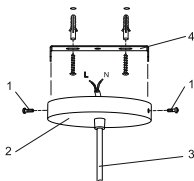

Рисунок 3
3.2.2 Подключение патрона со шнуром (рисунок 3):